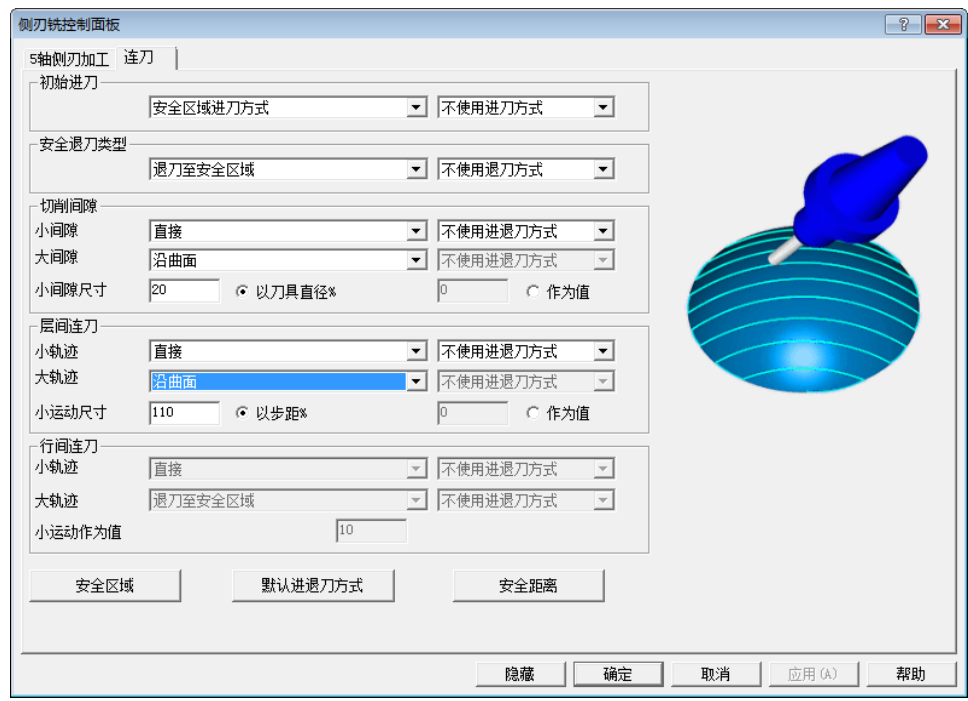

图 5-91 “连刀”选项卡（1）
- 选择“连刀”选项卡 (1)，设置相关参数如图 5-91 所示，单击“确定”按钮，退出“侧刃铣控制面板”对话框。